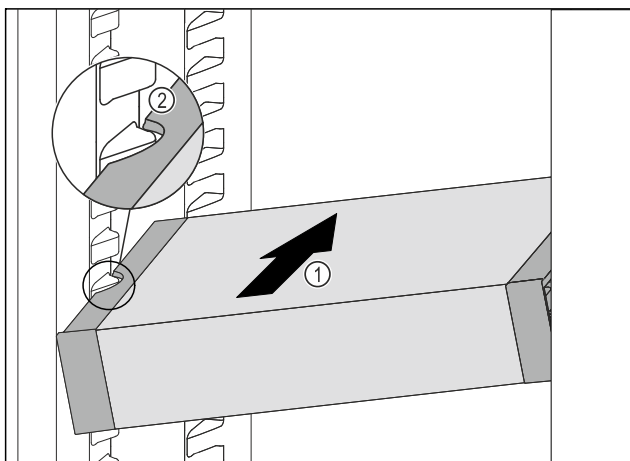

Fig. 239
- Predal VarioSafe potiskajte poševno v hladilnik Fig. 239 (1), dokler stranska izreza Fig. 239 (2) predala VarioSafe nista na višini nastavka za posodo v hladilniku.